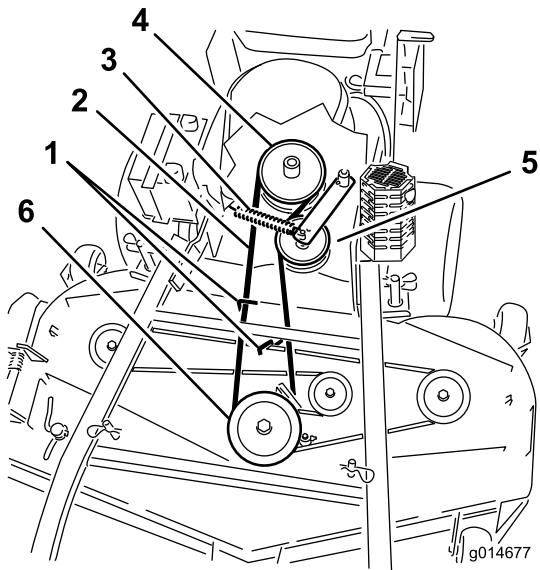
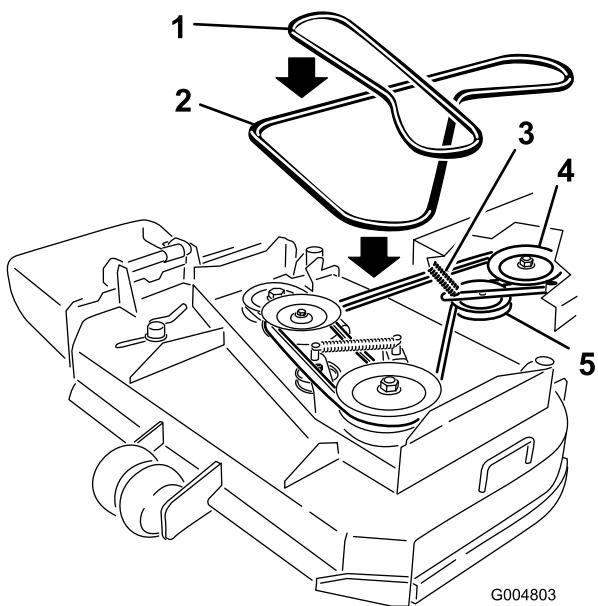

Figura 52
Figura 53
6. Retire la correa de la polea central de la carcasa de corte (Figura 52). Consulte Figura 53 para quitar la correa de la polea izquierda en una carcasa de corte de 36 pulgadas. Extreme las precauciones al retirar la correa ya que la tensión aumentará debido a que la polea tensora está tensada con muelle.
7. Retire la correa de la polea del motor y la polea tensora tensada con muelle (Figura 52). Consulte Figura 53 para retirar la correa de las poleas de una carcasa de corte de 36 pulgadas.
8. Instale la nueva correa en la polea del motor y la polea tensora tensada con muelle (Figura 52).
9. Coloque la correa en la polea central de la carcasa de corte (Figura 52). Extreme las precauciones al instalar la correa ya que la tensión aumentará debido a que la polea tensora está tensada con muelle. Consulte Figura 53 para colocar la correa en la polea izquierda en una carcasa de corte de 36 pulgadas.
11. Ajuste la guía 3 mm (1/8 pulg.) desde la correa en las carcassas de corte de 40, 48 y 52 pulgadas (Figura 52).